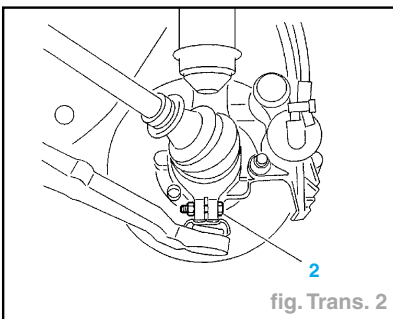

fig. Trans. 2
- Défreiner l'écrou (1).
- Déposer l'écrou (1).
- Déposer la vis (2) (fig. Trans. 2).
- la vis (2) ; serrer à **3,8 daN.m** (fig. Trans 2),